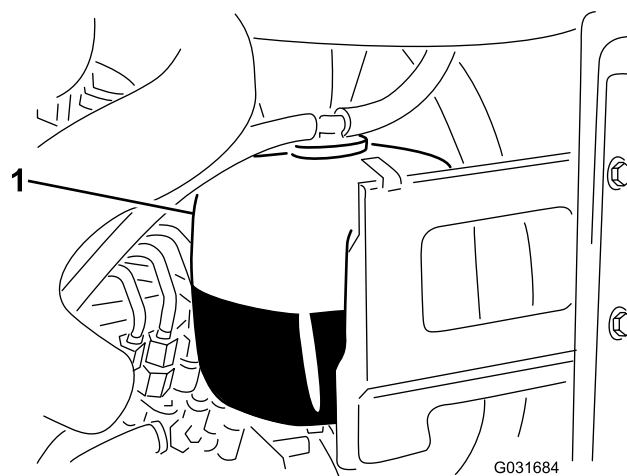

Figura 49
- Compruebe el nivel de refrigerante en el depósito de expansión (Figura 49).